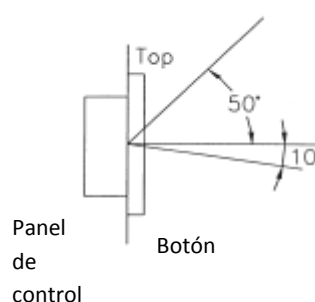

Figura 2
- La LCD está diseñada para ser claramente visible dentro de los ángulos que se muestran en la Figura 2. Monte la unidad de control de modo que el ángulo de visión esté dentro de ese rango.